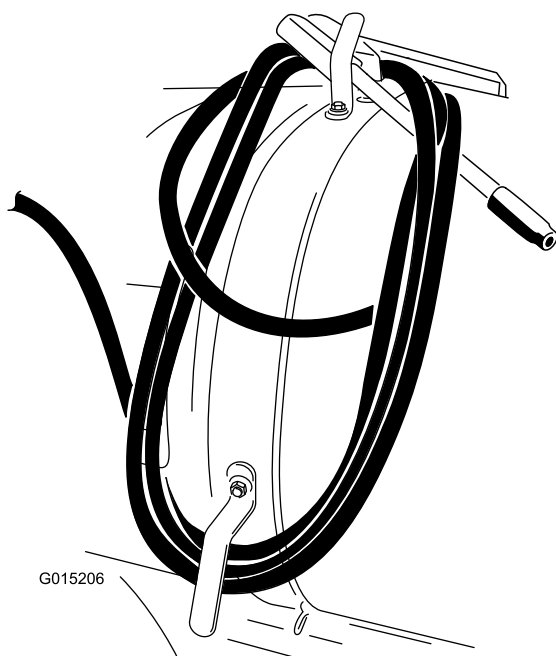

図 12
3. 図 12 のようにホースをフックに巻きつけ、ガン进行固定する。